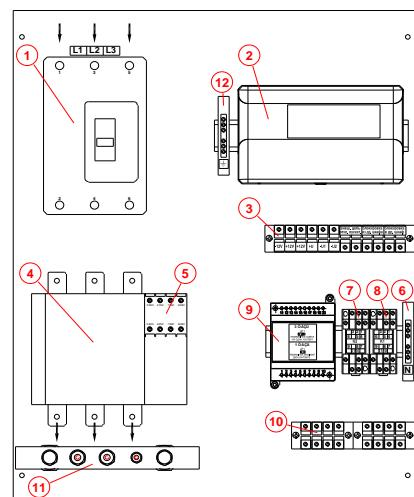

Рис. 3. Внешний вид монтажной панели исполнения ШУЭ-55-ХР777
- сетевого автоматического выключателя типа ВА-47-19 или аналогичного (1) (см. рисунки 2,3);
- модуля неадресных шлейфов МШ4-ХР777 (2);
- пускателя электромагнитного серии ПМЛ или аналогичного (4);
- приставки к пускателю (5);
- клеммной колодки (6), объединяющей нейтраль (N) внутри ШУЭ;
- модуля контроля фаз (9);
- шины подключения нейтрали внешней нагрузки ШУЭ-55-ХР777 (11) (см. рисунок 3);
- шины заземления (12);
Примечание: схема подключения ШУЭ-55-ХР777 аналогична с учетом другого расположения конструктивных элементов (см. рисунок 3)
Для ШУЭ-55-ХР777 подключить ноль электрической сети переменного тока (N) и нулевой провод внешней нагрузки к шине подключениянейтрали внешней нагрузки (11) (см. рисунок 3).